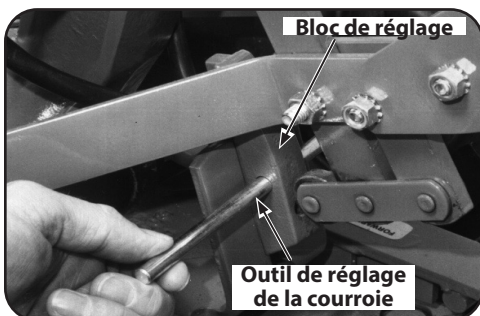

Figure 5-15
3. Insérez l'outil de réglage de la courroie dans le trou sur le côté du bloc de réglage jusqu'à ce que le bloc soit au milieu de l'outil. Voir Figure 5-15. Tournez l'outil jusqu'à ce que le bout entaillé soit tourné vers le bas.